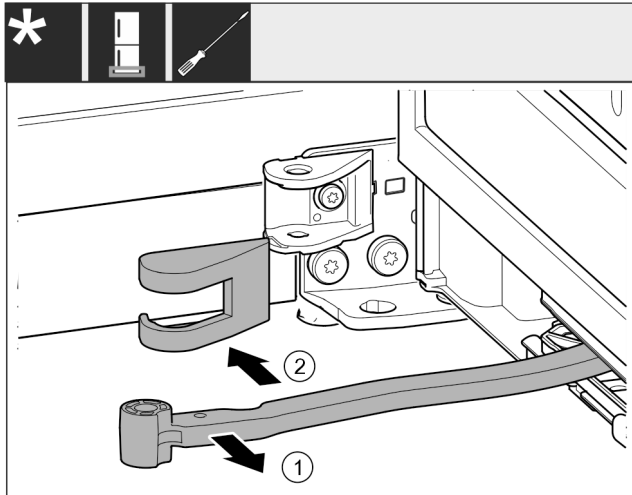

Fig. 16
- ▶ Pagrieziet šarnīru durvju virzienā. Fig. 16 (1)
- ▶ Noņemiet gultņa balsta pārsegu. Fig. 16 (2)